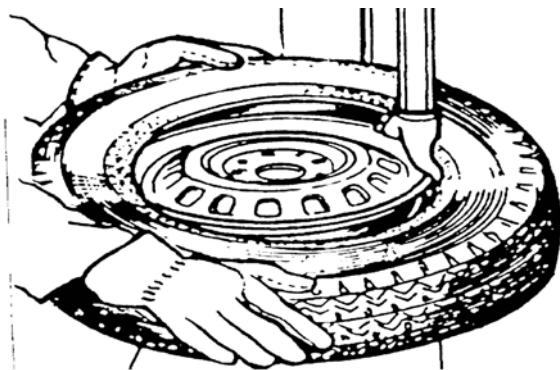

рис.7
- 5) Установите шину так, чтобы её закраина прошла ниже носика головки и выше края (хвоста) ее задней части (рис. 7). Противоположную сторону закраины вдавите в углубление обода.